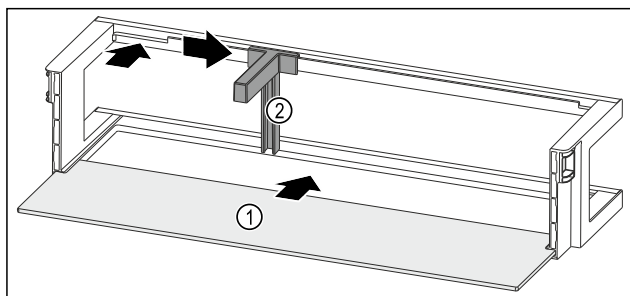

Fig. 67 Estantes en la contrapuerta con estante
- Introduzca el estante Fig. 67 (1) en las entalladuras laterales.
- Inserte el soporte para botellas Fig. 67 (2) en la entalladura.
- Deslice el soporte para botellas Fig. 67 (2) hacia un lado a la posición deseada.